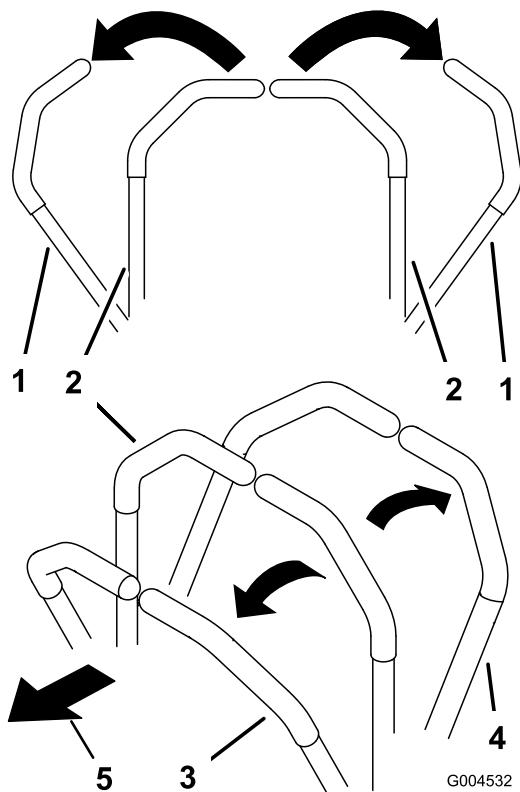

図 20
1. 走行コントロールレバー(図 20) をニュートラル固定位置にセットする。
- ・ 前への直進走行：両方のレバーをゆっくりと前に押す (図 20)。
- ・ 後への直進走行：両方のレバーをゆっくりと後に引く (図 20)。
- ・ 旋回；両方のレバーを手前に引いて走行速度を落とし、曲がりたい方向と反対側のレバーを押す (図 20)。